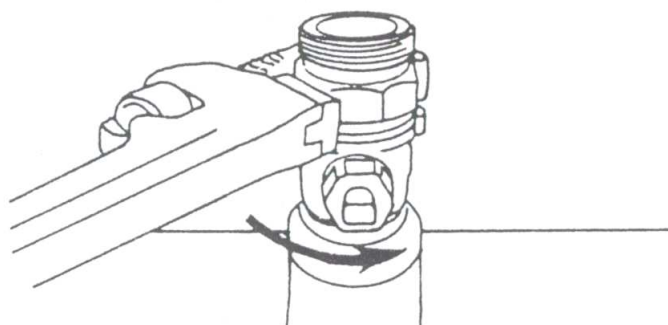
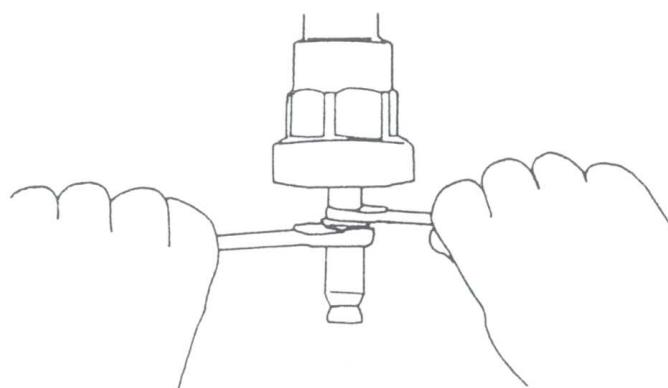

図 13
図 14
- ④サドル付分水栓からアダプタをパイプレンチで外す。(図 13)
- ⑤密着用ヘッドを片口スパナで押さえ、密着用ビスにマインスドライバーをかけて緩める。
- ⑥密着用ヘッドを本体のシャフトから外す。(図 14)
- ⑦本体ねじ軸を手で止まるまで左に回す。